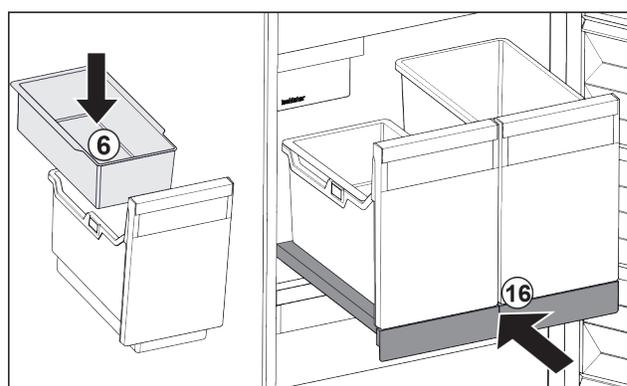

Fig. 106
- Installer le balconnet Fig. 106 (6) pour glaçons.
- Rentrer le compartiment coulissant avec le bac (IceTower). Fig. 106 (16)